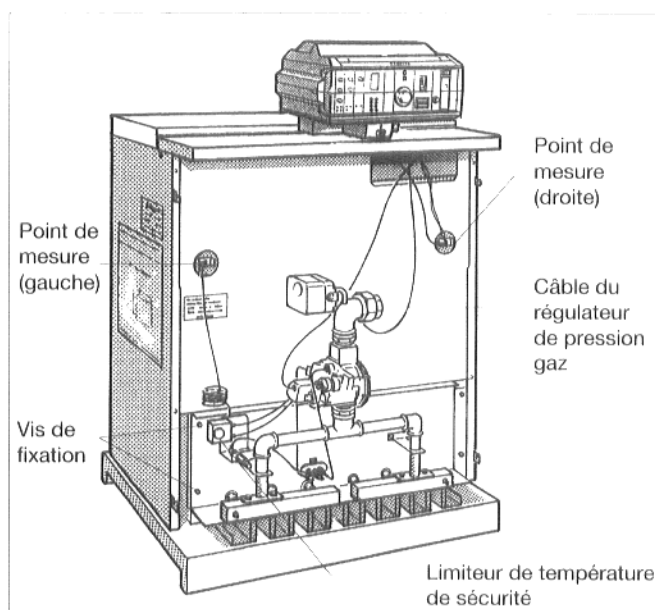

Fig. 30
- ✦ Enlever l'arrêtage de sécurité du point de mesure de gauche et retirer la sonde quart-de-cercle du limiteur de température de sécurité de l'ensemble des sondes thermostatiques (fig. 30).
- ✦ Dévisser les quatre vis de fixation de la plaque du brûleur (fig. 30) et retirer le brûleur.